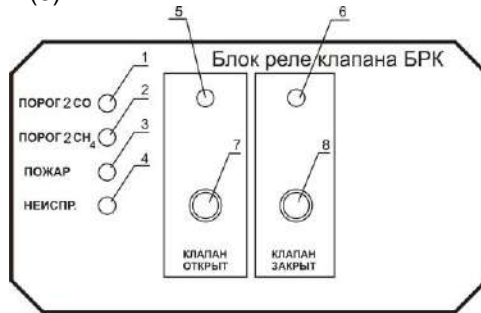

Рис. 1. Лицевая панель блока реле клапана
6.2. На лицевой панели блока (рис. 1) размещены светодиоды ПОРОГ СО (1), ПОРОГ СН₄ (2), ПОЖАР (3), НЕИСПРАВНОСТЬ (4), светодиоды положения клапана – КЛАПАН ОТКРЫТ (5) и КЛАПАН ЗАКРЫТ (6), кнопки ручного управления клапаном - КЛАПАН ОТКРЫТ (7) и КЛАПАН ЗАКРЫТ (8).